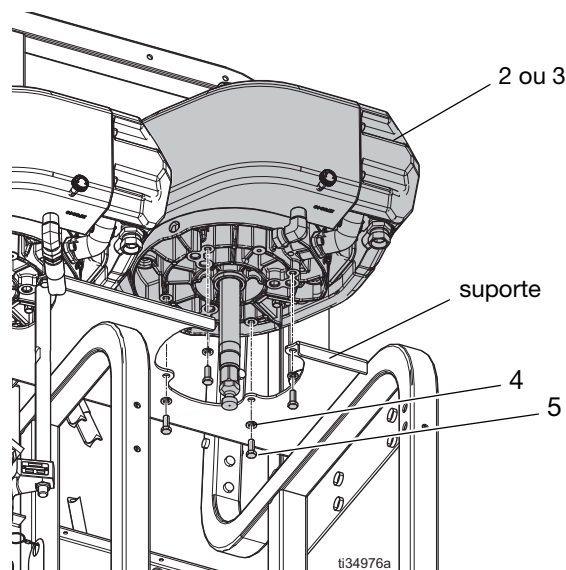

FIG. 7
- b. Retire os parafusos de montagem (5) e as anilhas (4) que seguram o motor pneumático (2 ou 3) ao suporte de montagem. Consulte a FIG. 7 na página 29.